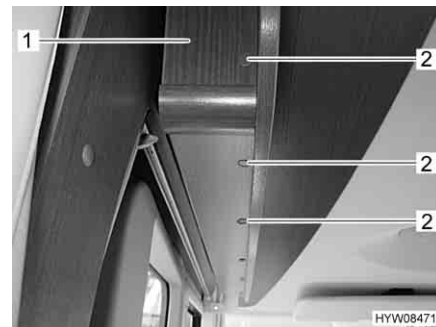

Fig. 75 Diaframma sul letto basculante
- Togliere tutti i coperchi di copertura (Fig. 75,2).
- Svitare tutte le viti (a intaglio) che si trovano sotto i coperchi di copertura e rimuovere il diaframma (Fig. 75,1).